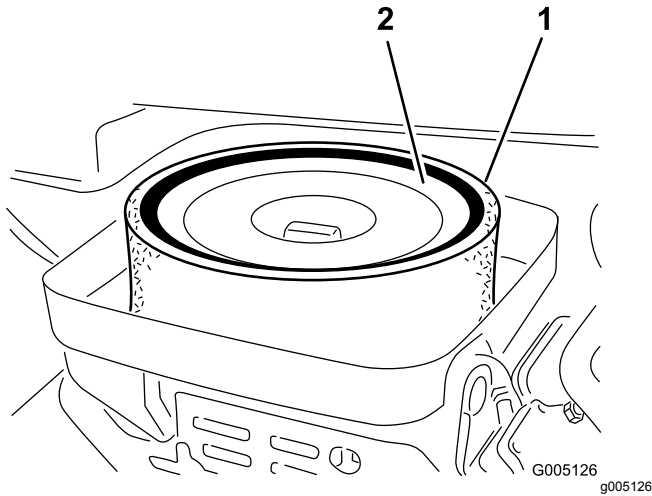

Bild 37
3. Entfernen Sie die Flügelmutter, mit der die Einsätze am Luftfiltergehäuse befestigt sind (**Bild 37**).
4. Nehmen Sie einen verschmutzten Schaumeinsatz vorsichtig vom Papiereinsatz ab (**Bild 37**). Reinigen Sie ihn gründlich wie folgt: